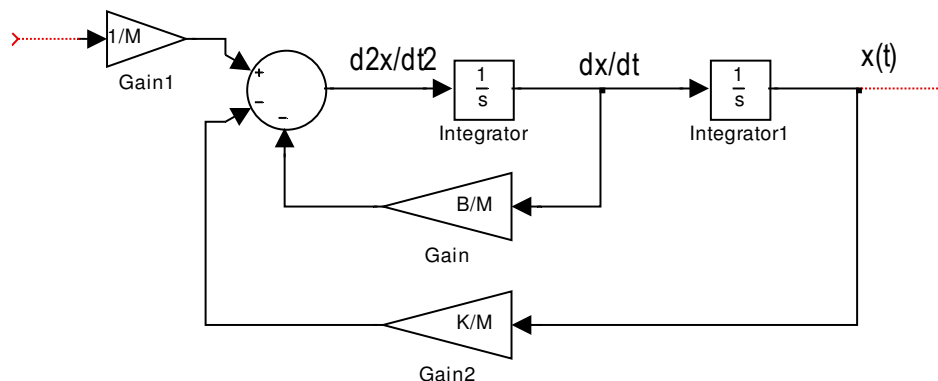

Figura 7.13.- Diagrama de simulación de la ecuación diferencial (7.1)
3) **Obtener la máxima derivada requerida en el diagrama anterior mediante bloques de simulink** a partir de la ecuación despejada (7.2).- En este caso solo se requieren sumas, restas y multiplicaciones por constante (ganancias constantes). Esto se debe a que el sistema es un SLIT. Con esto completamos el diagrama de simulación para obtener el diagrama de la figura 7.13.